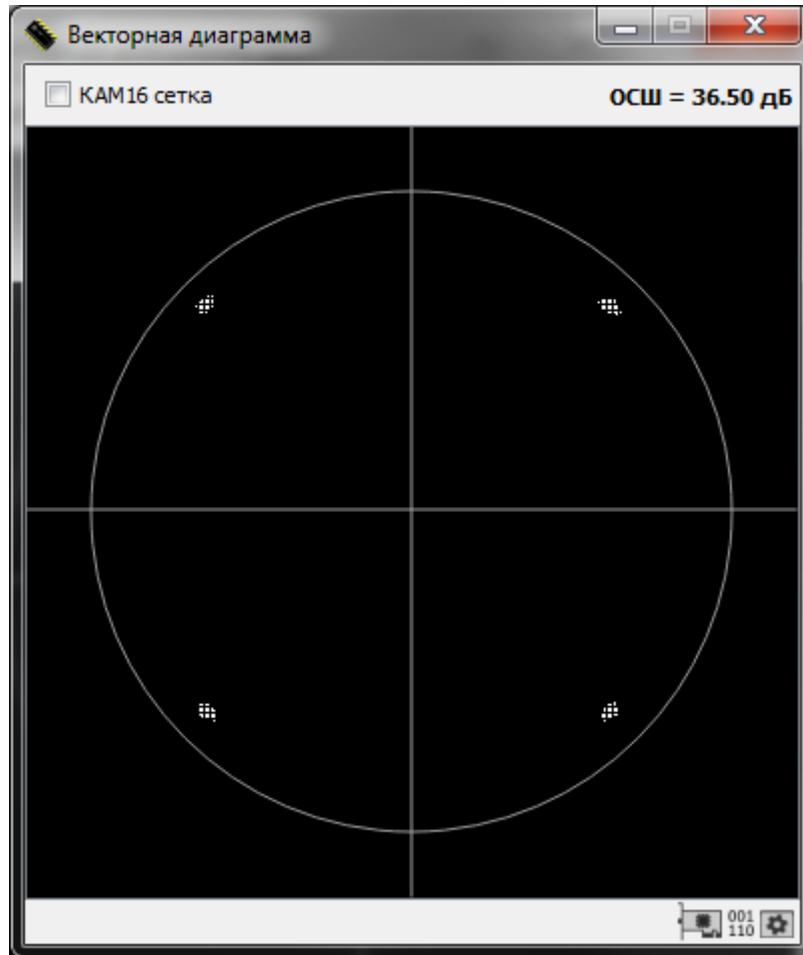

Рис. 27
– «Векторная диаграмма» - открывает окно просмотра векторной диаграммы сигнала. Используется для визуального контроля точек сигнального «созвездия» принимаемого сигнала (Рис. 27). Внизу окна векторной диаграммы расположен индикатор поступления данных  100 011 .